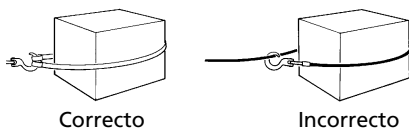

Figura 7
7. Nunca enganche el cable metálico en sí mismo. Use una eslinga de nilón (Vea la Figura 7). Si se engancha el cable metálico en sí mismo se puede dañar. Cuando use una eslinga, asegúrese que esté asentada correctamente en el caballete del gancho.